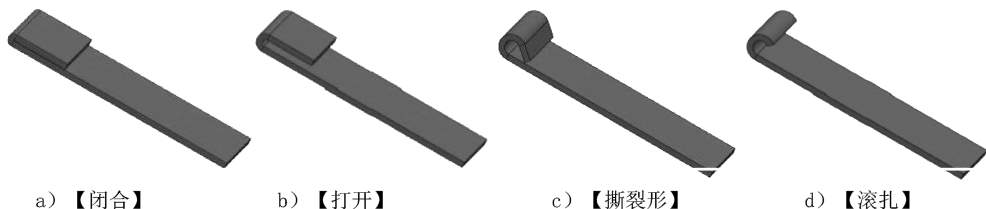

图 6-34 4 种褶边类型
- **褶边的类型**：确定生成褶边的形状，有 4 种不同类型的褶边形状可供选择，如图 6-34 所示，分别为【闭合】、【打开】、【撕裂形】和【滚扎】。